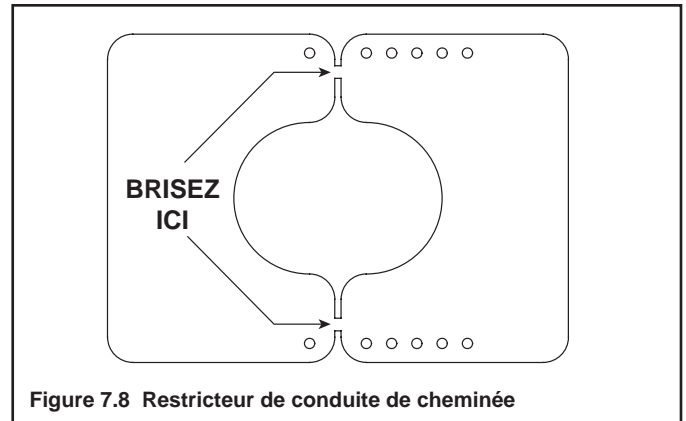

Figure 7.8 Restricteur de conduite de cheminée
1. Brisez le restricteur de conduite de cheminée en deux pièces. Faites-le en pliant la pièce vers l'avant et vers l'arrière jusqu'à ce qu'elle brise (voir Figure 7.8).